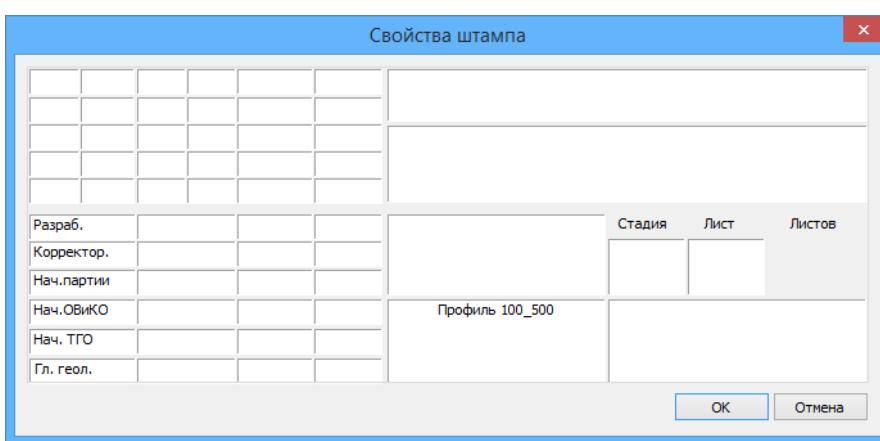

Рис. 5 Заполнение штампа.
Проект – это набор связанных документов: чертежей планов, профилей и других документов (см. рис. 5) Данные с профилей и планов используются при формировании общей базы проекта (см. Модель данных). Информация о файлах, включенных в проект, хранится в файле проекта \*.prj, который размещается в папке проекта. Название файла проекта совпадает с названием папки проекта.
2. В диалоговом окне *Свойства штампа* (см. рис. 5) заполнить поля штампа и нажать OK.